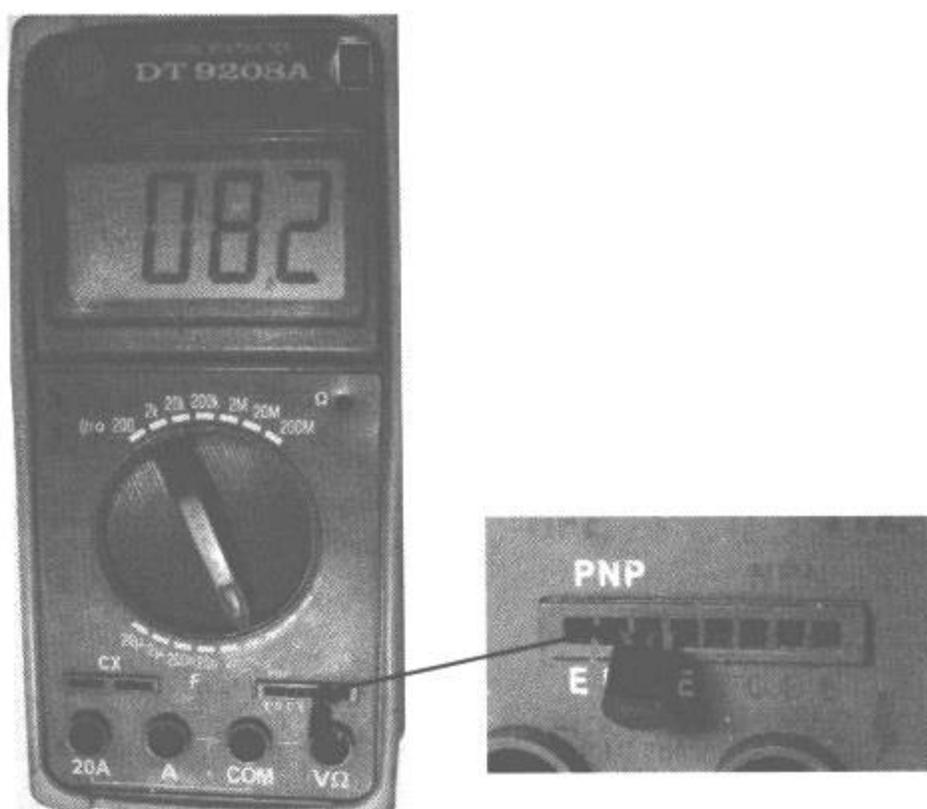

图 1-45 判别三极管的集电极和发射极
① 先判定三极管的类型并找出基极。
② 将万用表功能旋钮旋至“hFE”挡。
③ 将找出的基极按该三极管的类型插入万用表对应类型的基极插孔, 共有两种插法。每插入一次, 读出万用表上指示的“hFE”值, 比较这两次的值。如图 1-45 所示。
④ 判断。在这两种插法中, 其“hFE”值较大的一次插入法时三极管的电极符合万用表上的排列顺序, 由此确定三极管的集电极和发射极。当然, 若三极管是坏的则不能测出。